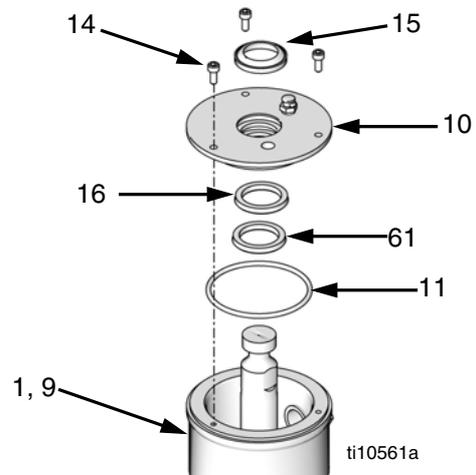

ABB. 31
26. Setzen Sie einen neuen O-Ring (11), einen Schmiermittelbehälter-Abstreifer (15) eine Dichtung (16) und einen Sprengling (61) in die Abdeckung des Schmiermittelbehälters (10) ein. Siehe ABB. 31.
27. Schieben Sie die Abdeckung der Ökertasse (10) vorsichtig über die Kolbenstange. Richten Sie die Bohrungen in der Abdeckung und in der Ökertasse aufeinander aus. Setzen Sie Schrauben (14) ein. Ziehen Sie die Schrauben mit einem Sechskantschlüssel fest. Siehe ABB. 31.